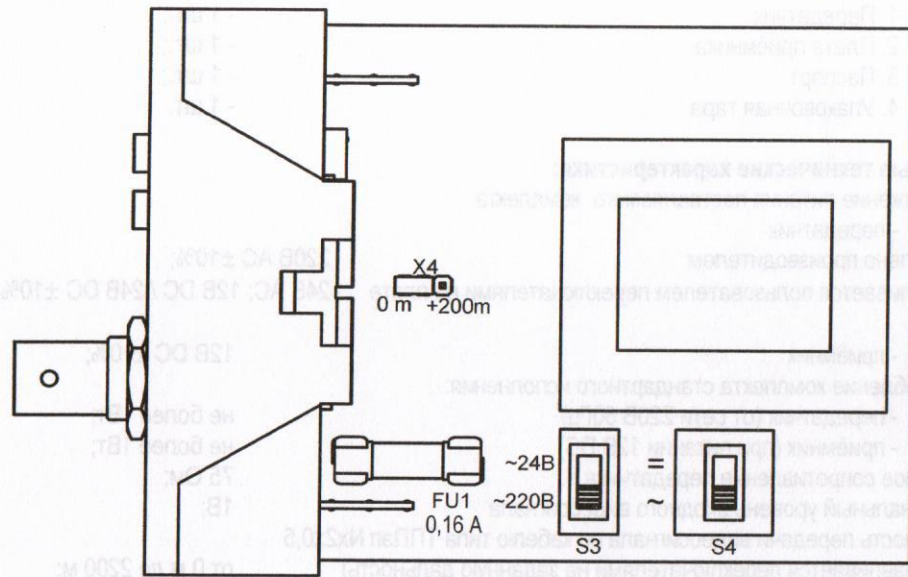

Рис.1 Плата передатчика
1. Установить требуемое напряжение питания передатчика переключателями S3 и S4, расположенными на печатной плате (рис.1). Для вскрытия передатчика, необходимо отверткой через боковые пазы отогнуть защелки корпуса и выдвинуть крышку с печатной платой.
При длине линии свыше 2000 м, но не более 2200 м надо на плате передатчика переставить перемычку X4 в положение «+200м» (рис.1) и нажать кнопку «+400 м» (рис.3), на плате приёмника переключатель дальности установить в положение F.